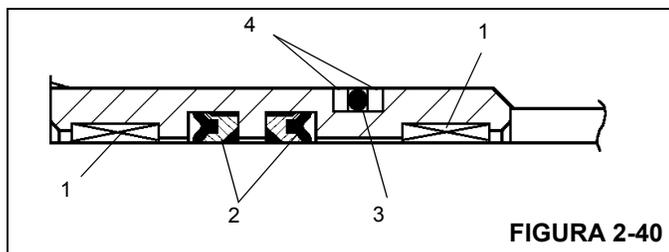

FIGURA 2-40
2. Instale el anillo "O" y anillos de respaldo en el exterior del retenedor de sellos y los sellos profundos en Z de varilla y anillos de desgaste en el interior del retenedor de sellos Figura 2-40.